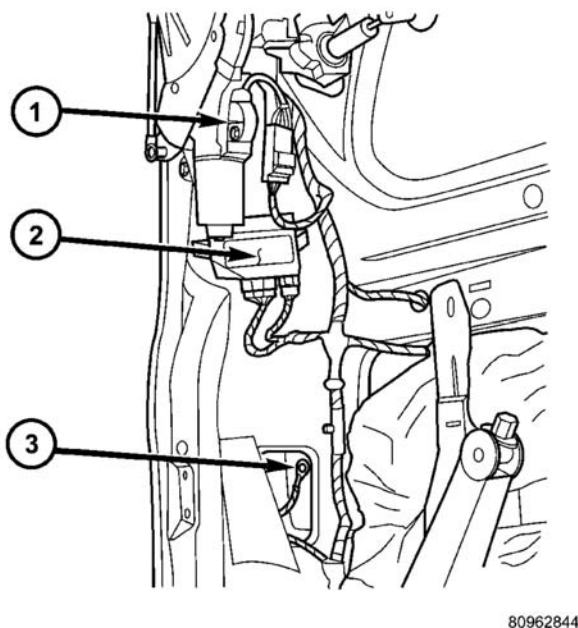

图 6 电动举升门部件
配备了电动举升门的车辆，使用了一个举升门齿轮电机总成（图 6）。齿轮电机总成由一个直流（DC）电机、霍耳效应传感器、啮合启动器、完全开启开关、举升齿轮、铝制外壳、传动齿轮和线束组成。总成的齿轮和电机部分在恶劣情况下提供开启或关闭举升门所需的动力和扭矩。霍耳效应传感器用于给举升门控制模块提供速度值，该值被用来监视举升门的移动阻力。该速度值还使电动举升门控制模块检测障碍物并相应地移动举升门。啮合启动器用来在电动开启/关闭模式与完全手动模式之间必要时进行切换。完全开启开关用于使电动举升门控制模块得知何时举升门达到完全开启位置。
- (1) 断开并隔离蓄电池负极电缆。
- (2) 从车上拆下左后 D 柱装饰板。有关程序参见“车身”部分。
- (3) 从电机总成上断开线束接头（图 6）。
- (4) 从电机外壳上拆下两个螺栓，并从横安装支架上拆下一个螺栓。
- (5) 抓牢举升门电机总成并将其向上向外提升，以将电机总成从 D 柱的钩上脱开。
- (6) 从车上拆下举升门电机总成。